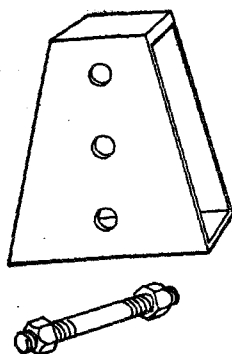

图 4
(1) 受力部分：这是一个梯形的木框(图 4)，它的顶部和底部分别是 $20 \times 90 \times 90$ [毫米]³ 和 $10 \times 90 \times 180$ [毫米]³ 的木板，前后两面都是高 210 毫米、上边长 90 毫米、下边长 180 毫米的梯形三夹板。在三夹板正中的竖直方向上，如图 4 所示开有三个直径为 19 毫米的圆孔，以便演示时插入一个带有螺帽的长 170 毫米、直径为 18 毫米的大螺丝。